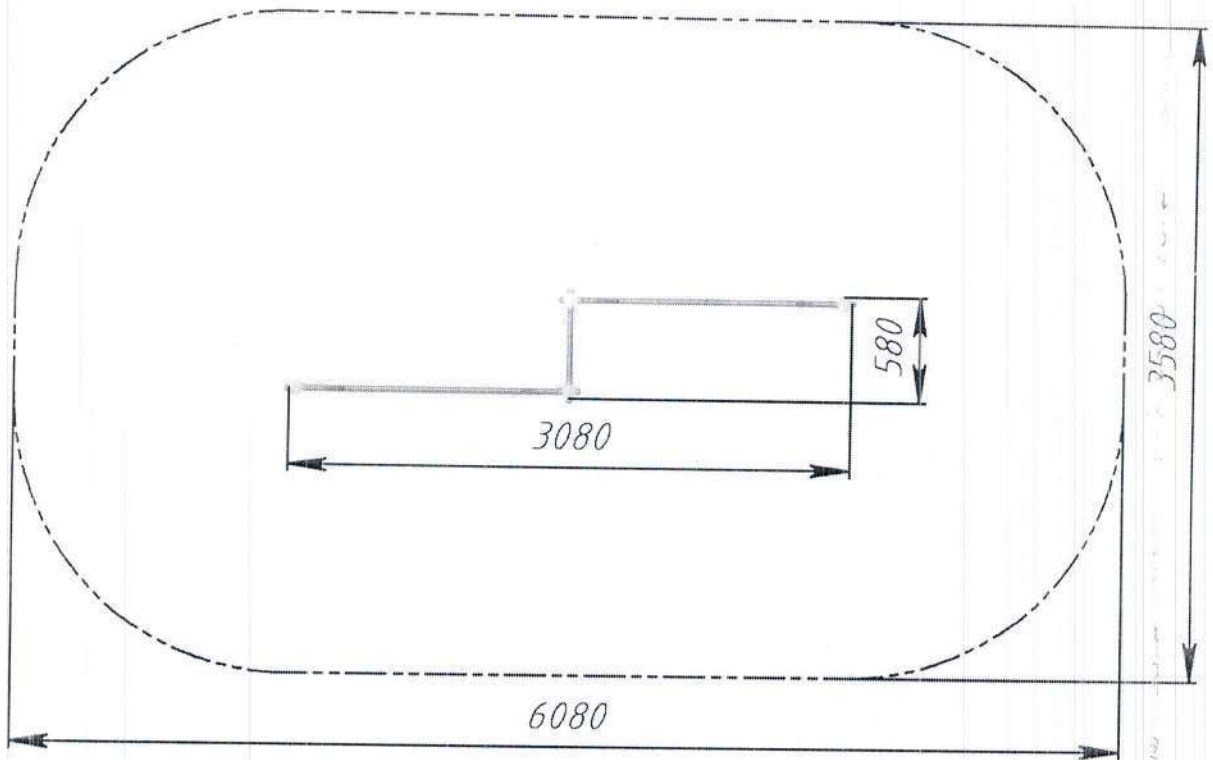

Рис.2 Безопасная зона приземления Шведской стенки двойной РТР 729С
12.4. Монтаж Шведской стенки проводится на ровной площадке, свободной от насаждений. Размер площадки должен обеспечить безопасную зону приземления вокруг Шведской стенки в соответствии с рис. 2.